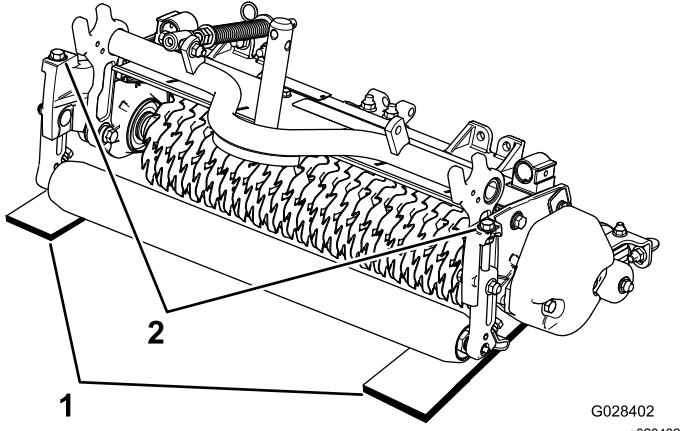

Figura 10
2. Coloque 2 barras indicadoras, que têm a profundidade pretendida de penetração da lâmina abaixo do solo, sob os rolos dianteiro e traseiro do cilindro da unidade de corte vertical (em cada extremidade do cilindro [Figura 10]).
3. Rode o parafuso de ajuste em cada suporte da altura de corte (Figura 10) de forma a que as lâminas da unidade de corte vertical entrem em contacto com a superfície nivelada em ambas as extremidades.